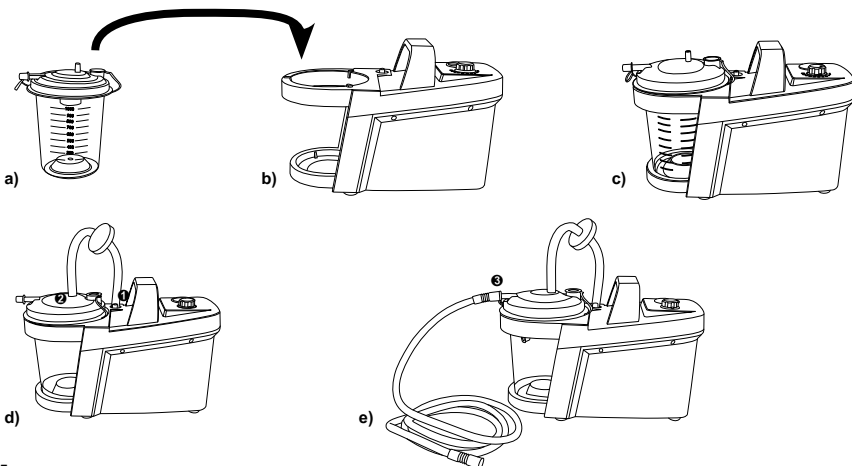

Bild 5
- Drücken Sie ihn leicht mit beiden Händen bis zum Anschlag auf den Behälter (Bild 5 / a-c).
- Der Filter wird mit Hilfe der beiden kurzen Verbindungsschläuche zwischen Anschluss Absauggerät (⊕) und Anschluss Sekretbehälterdeckel (⊙) verbunden (Bild 5 / d).
- Den Absaugschlauch an den seitlichen Anschlussstutzen am Sekretbehälterdeckel (⊕) mit leichter Drehung anschließen (Bild 5 / e).